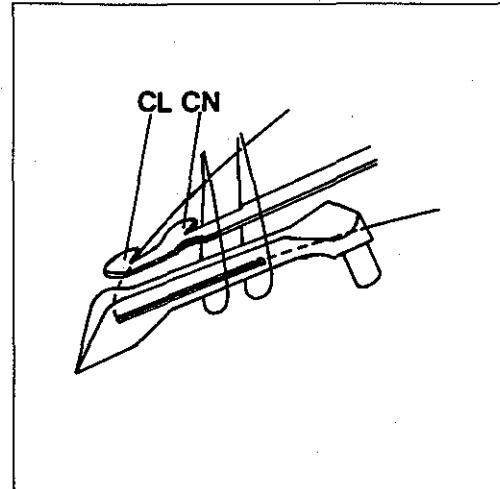

Fig.58
When the lower knife swings back to the right, the looper thread must be caught by cutting edge (CL, Fig. 58) and the needle threads by cutting edge (CN) and drawn to the upper knife for cutting.
Wenn das Untermesser nach rechts zurück schwenkt müssen der Greiferfaden von der Schneide (CL, Fig. 58) und die Nadelfäden von der Schneide (CN) eingefangen und zum Abschneiden zum Obermesser gezogen werden.